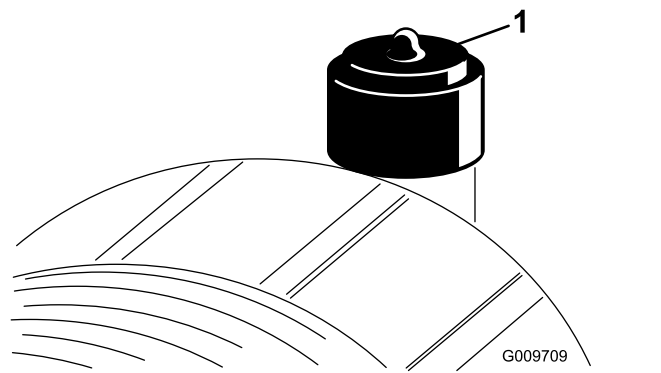

図 90
エアクリーナのフィルタの整備は、インジケータが赤色になってから行ってください 図 90。早めに整備を行っても意味がありません。むしろフィルタを外したときにエンジン内部に異物を入れてしまう危険が大きくなります。
2. インジケータ図 90が赤になっている場合はリセッ